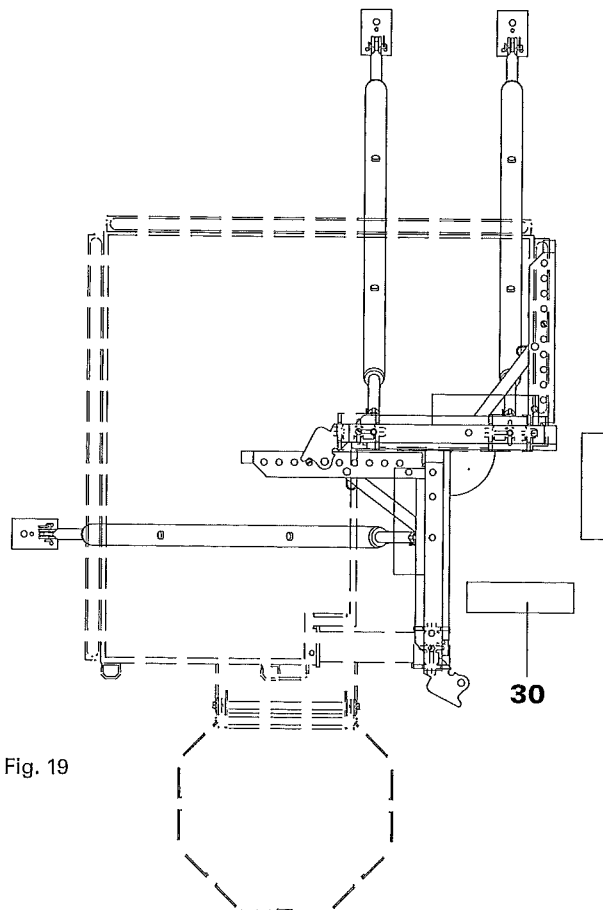

Fig. 19
4. Sganciare la braca di sollevamento (fig. 19).